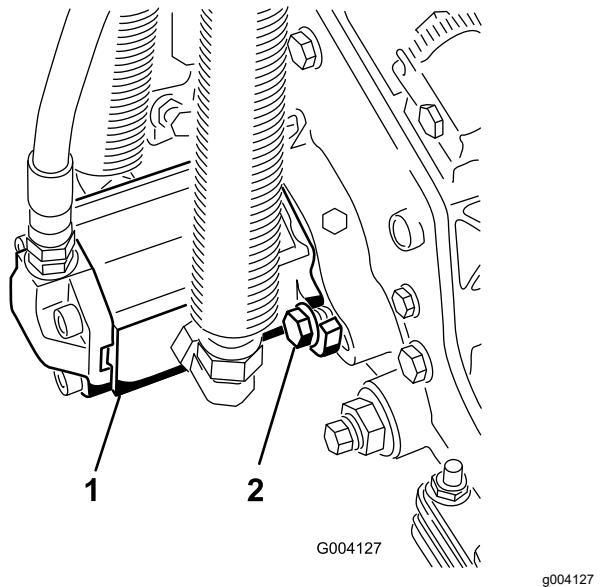

Figura 21
3. Para instalar el motor, gírelo en sentido horario para que las bridas del motor no choquen con los pernos (Figura 21).